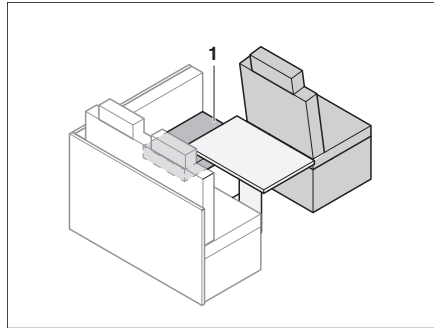

Fig. 158 Avant la transformation
- Mettre le coussin d'assise (Fig. 158,1) sur le côté.